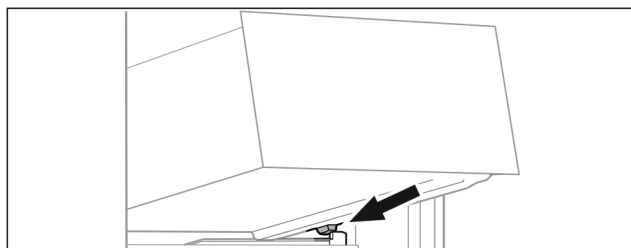

Fig. 71
- ▶ Așezați sertarul oblic în spatele opritoarelor pe nervura recipientului. (vezi Fig. 71)